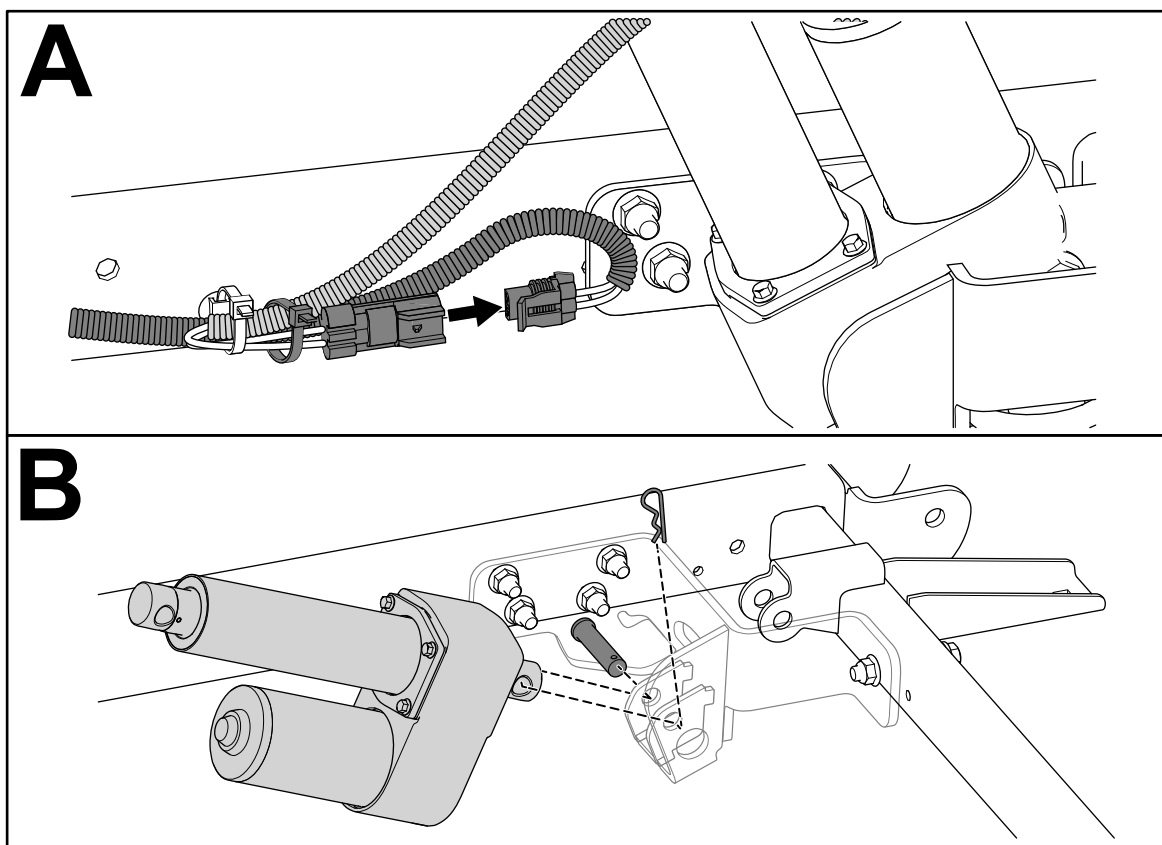

Figura 4
5. **Caso se aplique**, retire o cilindro do elevador elétrico como se mostra na Figura 4.